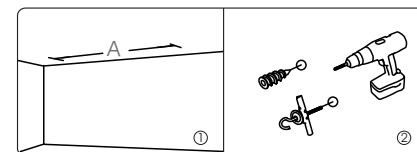

Abb. 12
1. Bohren Sie zwei passende Löcher für die verwendeten Deckenhaken vor und installieren Sie diesen mit Dübel und Haken in der Decke (Abb. 12).